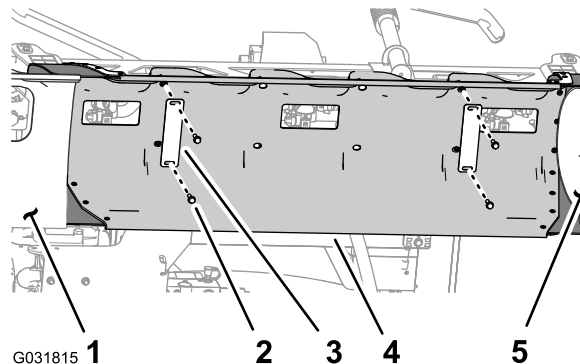

图27
1. 在支撑住中间喷洒臂段护罩11喷嘴的同时拆下将其固定到护罩支撑托架上的4个凸缘头螺栓5/16 x 1¼ 英寸和2个护罩箍带图27。